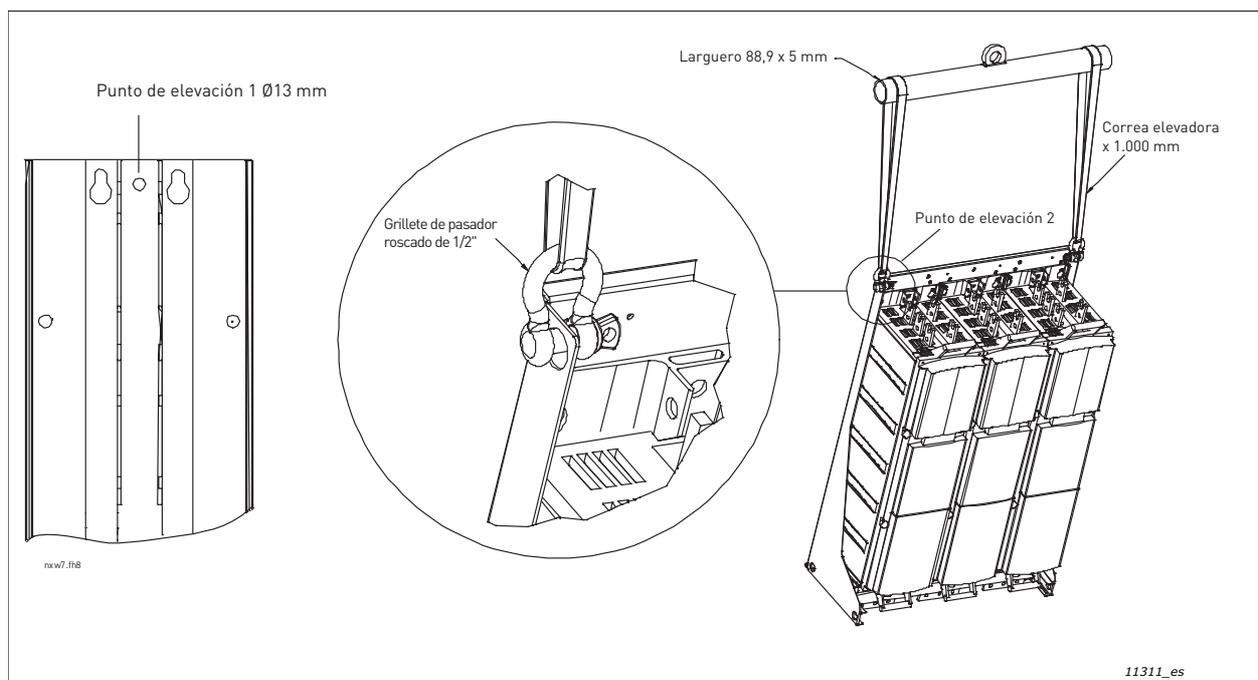
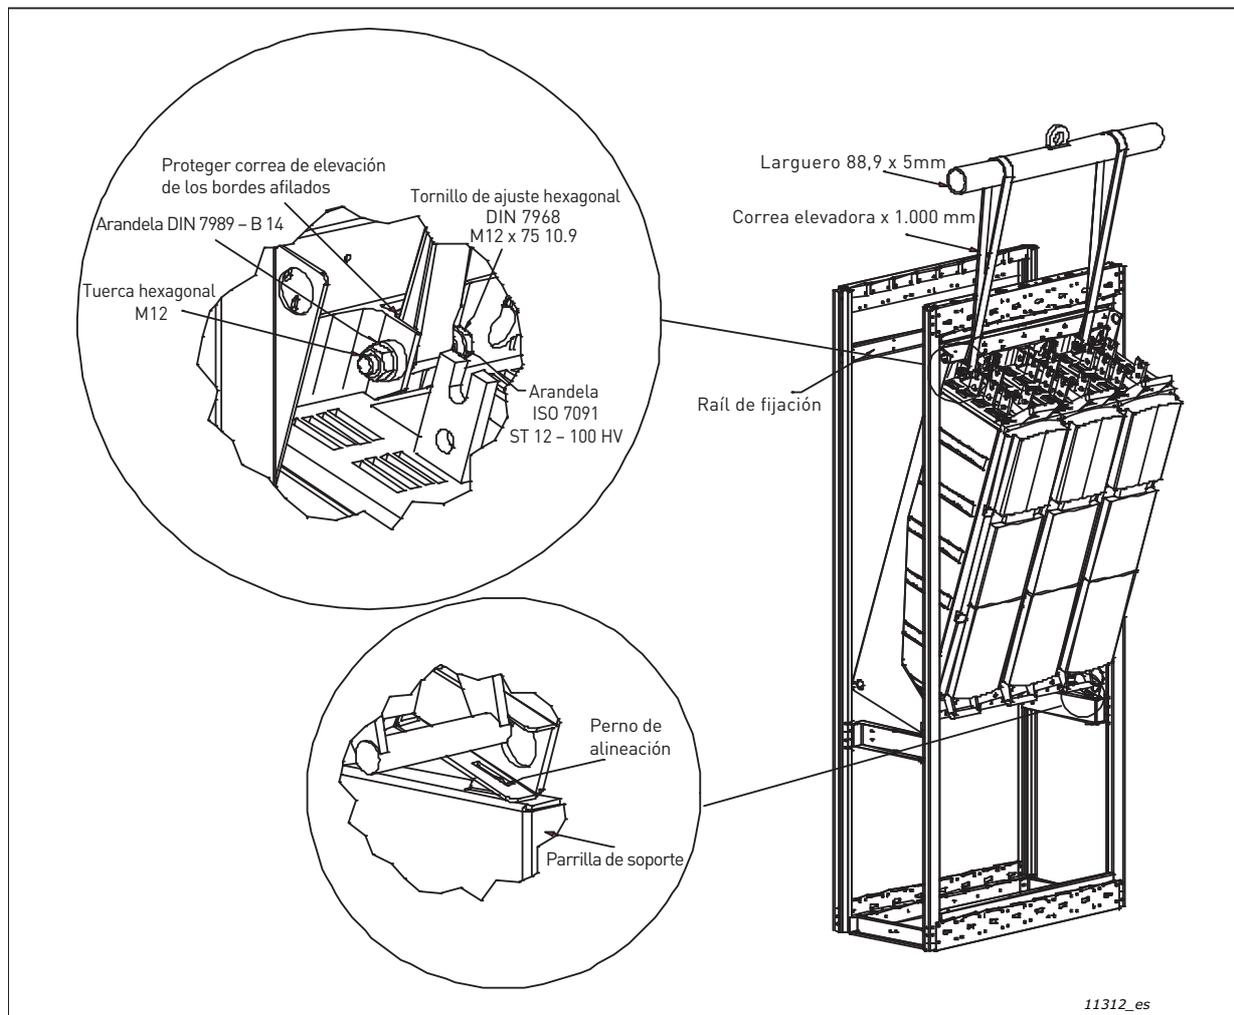
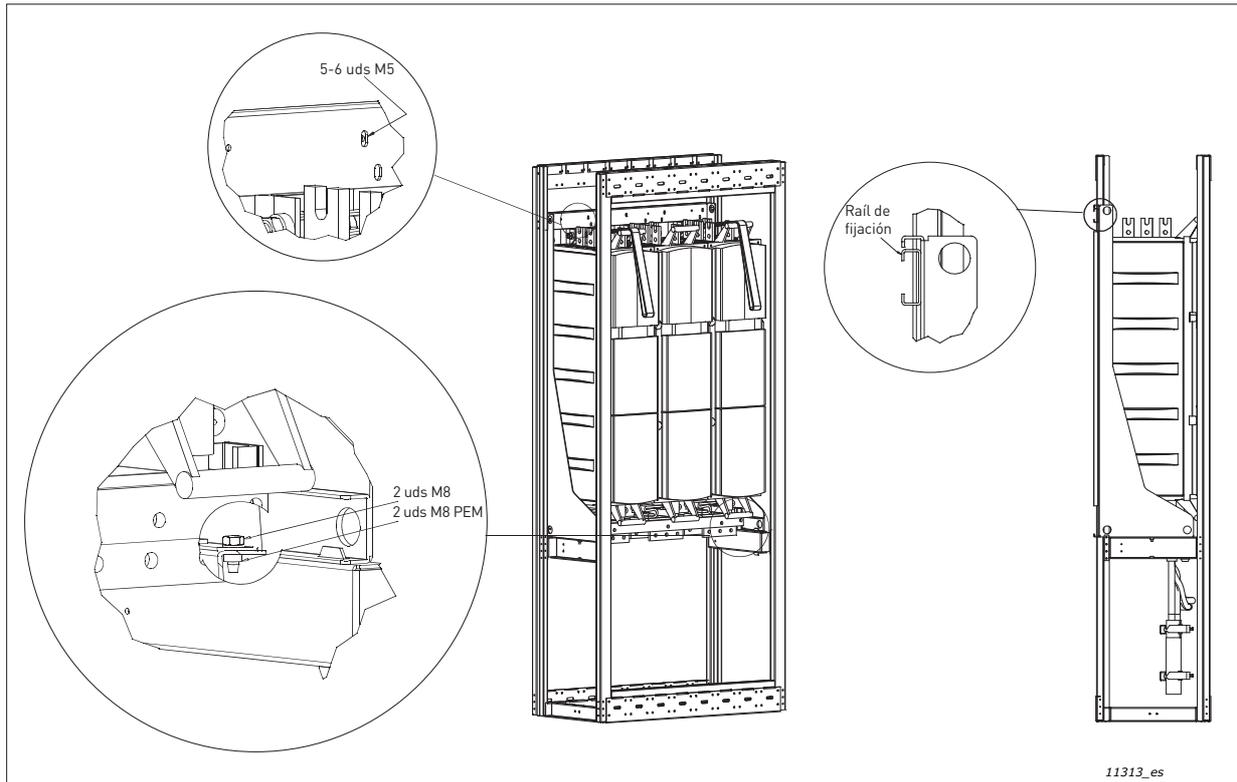

Figura 3. Puntos de elevación para convertidores compuestos por un módulo (izquierda) o varios módulos
Figura 4. Elevación del convertidor en un espacio de montaje estrecho
Figura 5. Fijación del convertidor al bastidor del armario
Para unidades sin soporte de montaje (consulte el Capítulo 5.1.2.1), el mejor lugar para levantarlas son los orificios del centro de la placa de montaje (punto de elevación 1). La forma más sencilla y segura de elevar los convertidores de refrigeración líquida VACON® NX compuestos por varios módulos es por los orificios del soporte de montaje (punto de elevación 2) mediante un grillete roscado. Preste atención también a las dimensiones recomendadas de la correa de elevación y del travesaño. Consulte Figura 3.
En ese caso, siga el procedimiento de elevación descrito en la Figura 4. El montaje resulta más fácil y seguro si el convertidor se puede apoyar en una viga de apoyo fijada al bastidor del armario. También recomendamos usar un perno de alineación para garantizar un montaje fácil y seguro.
Para estabilizar mejor el armario con el convertidor, recomendamos montar un raíl de fijación en la parte posterior del armario, al que se puede enganchar la parte superior de la unidad con 5 o 6 tornillos M5. El recorte es compatible con armarios Rittal o Veda. Fije también el convertidor con tuercas y arandelas M8 a la viga de apoyo. Consulte la Figura 4 y la Figura 5.
**NOTA:** No levante nunca un convertidor por el asa de plástico con un dispositivo de elevación, como una grúa de pluma o un polipasto. El procedimiento de elevación recomendado para estas unidades es el que se describe en la Figura 3 y en la Figura 4.